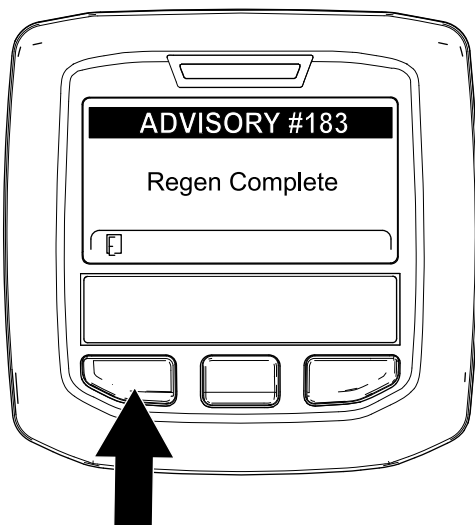

Figura 33
9. Cuando el ordenador del motor finaliza una regeneración con la máquina aparcada o una regeneración de recuperación, el InfoCenter muestra ADVISORY #183 (Aviso n.º 183) (Figura 33). Pulse el botón de la izquierda para salir a la pantalla de inicio.